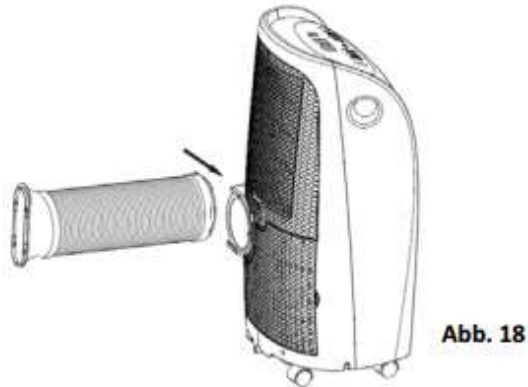

Abb. 18
2. Schieben Sie den Abluftschlauch in Pfeilrichtung in die Abluftöffnung (Siehe Abb. 18)